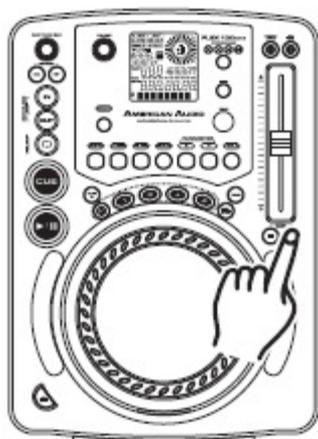

Figure 31
Le *BOUTON PITCH BEND* (+) (11) va augmenter la vitesse de lecture de la piste et le *BOUTON PITCH BEND* (-) (11) va diminuer. La valeur de la modification de vitesse dépend du temps pendant lequel vous appuyez sur le bouton. Par exemple, si la pression sur le bouton *PITCH BEND* (+) (11) est maintenue en permanence comme sur la Figure 31, la vitesse du disque va augmenter et va continuer à augmenter jusqu'à ce qu'elle atteigne un maximum de **100%** de gain de vitesse. Lorsque vous relâchez le bouton *PITCH BEND* (+) (11) la vitesse du disque revient automatiquement à sa vitesse précédemment configurée.
3. JOG WHEEL (14) :